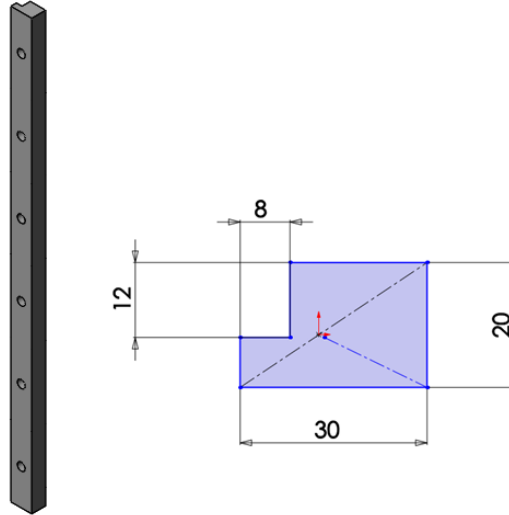

Ilustración 154
Paso 1: Se extruye la siguiente figura, de 615,75mm de extrusion (ver ilustración 154).